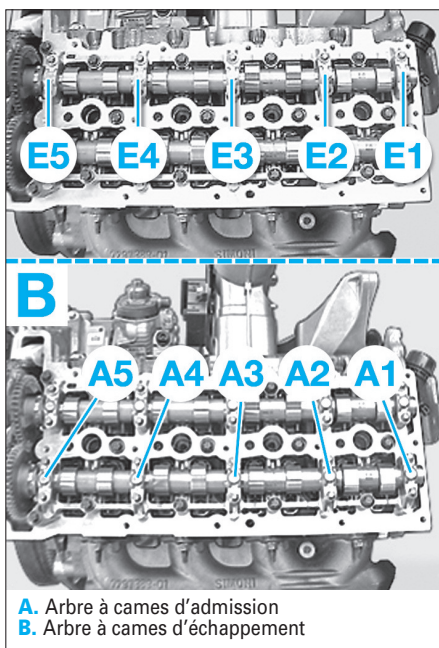

Fig. 92
- Serrer par passes d'un demi-tour les chapeaux de paliers E1 à E5 ou A1 à A5 de l'intérieur vers l'extérieur à 1 daN.m (Fig.92).